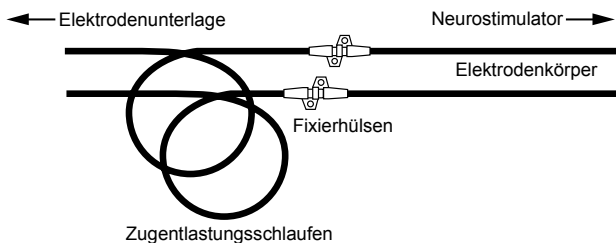

Abbildung 6. Aus den Elektrodenkörpern gewundene Zugentlastungsschleifen (ohne Konnektorschutzkappen).
1. Behalten Sie die Elektrodenposition bei und legen Sie mit jedem Elektrodenkörper eine Zugentlastungsschleife nahe den Elektrodenunterlagen (Abbildung 6).